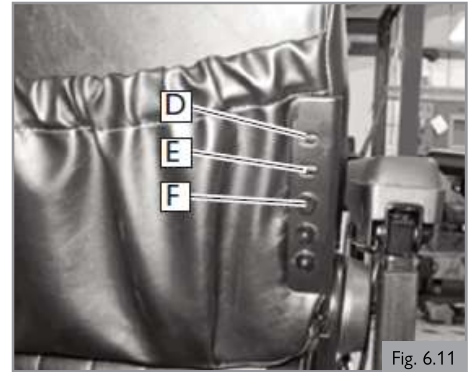

Fig. 6.11
- Position 2 (+2) (D)
- Position 1 (+1) (E)
- Position 0 (défaut) (F)
2. Positionnez le dossier à la hauteur souhaitée. La vis supérieure doit être montée comme illustré. (Fig. 6.11)